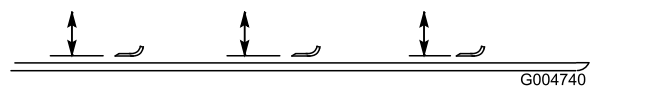

Figura 137
4. Rode a lâmina até que a extremidade fique virada para a frente e para trás e meça entre o interior da plataforma do cortador e a parte cortante na zona dianteira da lâmina (**Figura 137**).